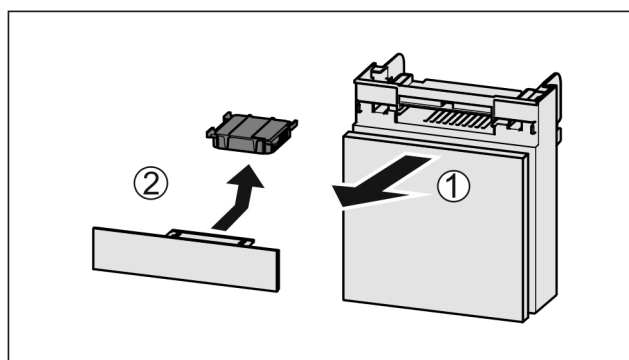

Fig. 172
- ▶ Wyciągnąć Fig. 172 (1) komorę do przodu.
- ▶ Wyjąć Fig. 172 (2) filtr z węglem aktywowanym.